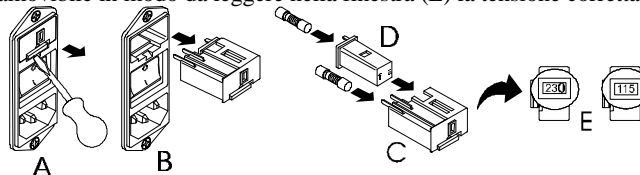

Fig. 1
- La predisposizione della corretta tensione di alimentazione si esegue nel modo descritto (fig. 1):
- (C) Inserire i fusibili facendo riferimento alla seguente tabella: